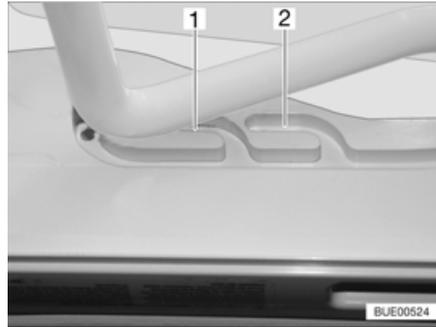
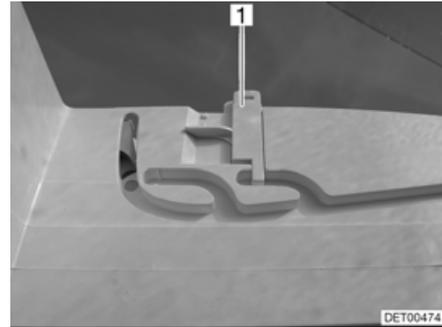

Fig. 109 Claraboya Heki en posición de ventilación
Fig. 110 Bloqueo de la posición de ventilación
La claraboya Heki se puede colocar en dos posiciones de ventilación: Posición de mal tiempo (Fig. 109,1) y posición mediana (Fig. 109,2). Según el modelo, la claraboya podrá ser bloqueada en la posición central con los dos pestillos (Fig. 110,1) a la izquierda y la derecha en el marco de la claraboya.
- Presionar el estribo ligeramente hacia arriba y empujarlo en la guía seleccionada (Fig. 109,1 ó 2) y, si fuera necesario, bloquearlo.